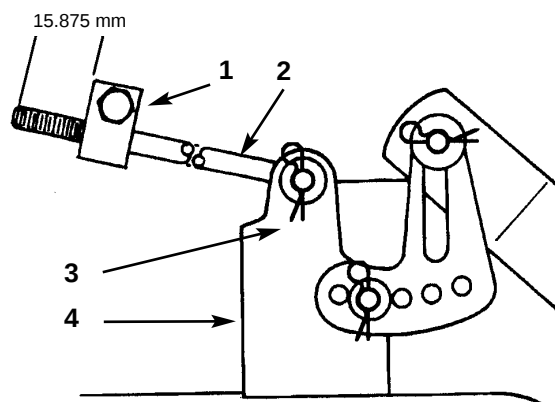

Fig. 51
5. Mål længden på stangen, der stikker ud på forsiden af justeringsklodsen i chassisset sider (fig. 51). Hvis stangens længde ikke er 15,875 mm, fjernes hårnålesplitten og skiven fra enden af stangen (fig. 51) og stangen drejes, til der opnås en længde på 15,875 mm. Enden af stangen stikkes så ind i hullet i klippeenhedsmonteringen og fastgøres med skiven og hårnålesplitten. Gentag denne fremgangsmåde i den modsatte side af klippeenheden.
6. Kontrollér hældningen fra for til bag ved at måle afstanden mellem den nederste del af klippeenheden (forrest i midten og bagest i midten) og den flade overflade (fig. 51). Hvis klippeenheds forende er mere end 4,762 mm lavere end klippeenhedens bagende, er det nødvendigt at justere den; se punkt 4–9.
de forreste drejeplademonteringsbolte en smule (fig. 51).